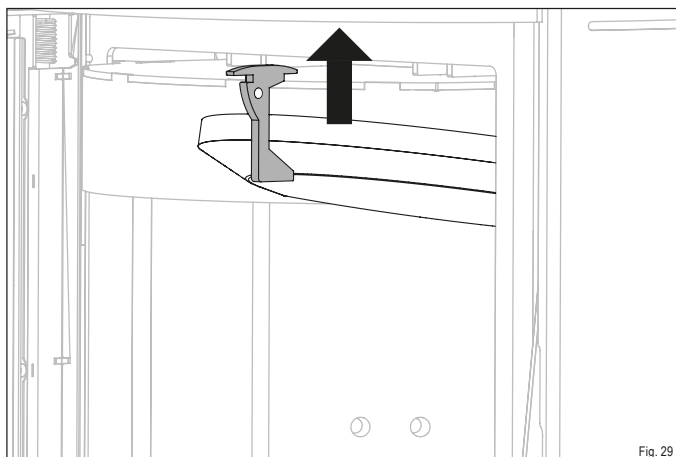

Fig. 29
- ▶ Faites glisser le support de la pierre thermique vers le haut (Fig. 29).